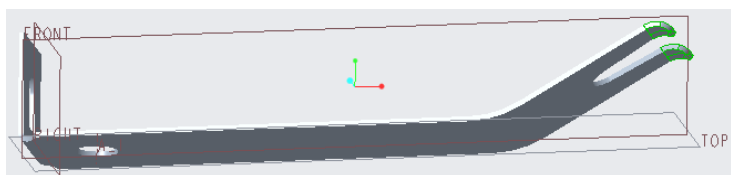

图 5-68 完成创建滚动折弯
(8) 在“折弯”选项卡中单击  (完成) 按钮, 完成创建该滚动折弯后的模型效果如图 5-68 所示。